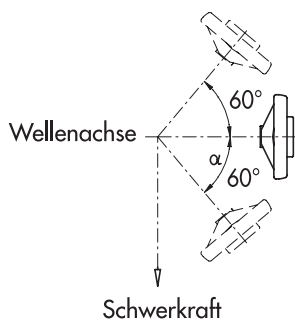

Bild 3
- 5.1 Die Stellungsanzeiger sind in waagrechter Position am genauesten. Durch die hohe Präzision der Mechanik (das Pendelsystem ist kugelgelagert) und den extrem tief liegende Schwerpunkt ist die Verwendung bei bis zu 60° geneigten Spindeln (bei abnehmender Genauigkeit) möglich (Bild 3).